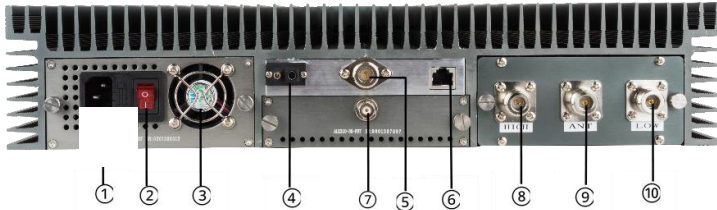

Рисунок 2
- * Нажмите выключатель питания на задней панели базовой станции (рисунок 2-②), индикатор питания погаснет.